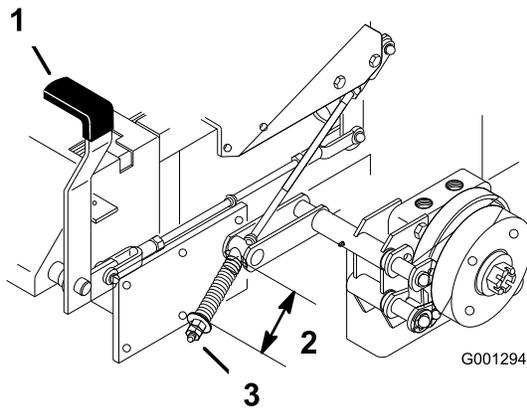

Bild 82
3. Messen Sie die Länge der Feder (Bild 82).
4. Falls Sie eine Einstellung vornehmen müssen, lösen Sie die Feststellbremse, lockern Sie die Klemmmutter unterhalb der Feder und ziehen Sie die Mutter direkt unter der Feder an (Bild 82).